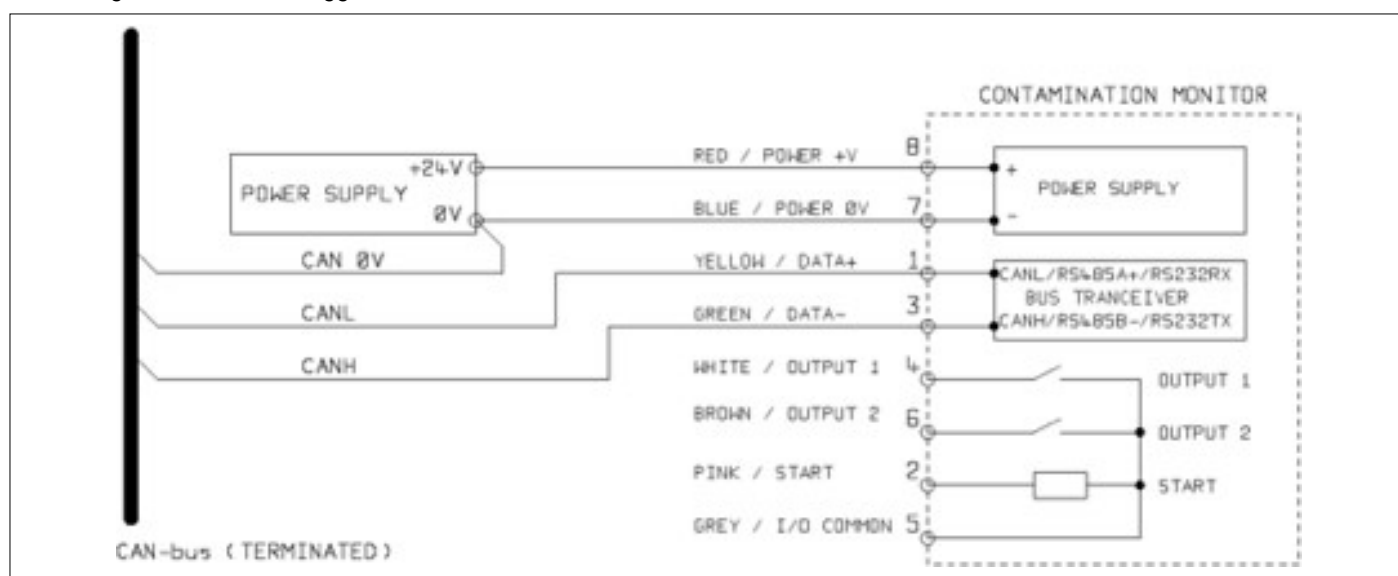

Figura 5.31
- Collegare l'ICM 4.0 alla rete CANbus e fornire un'alimentazione a 24VCC, come da figura 5.31.